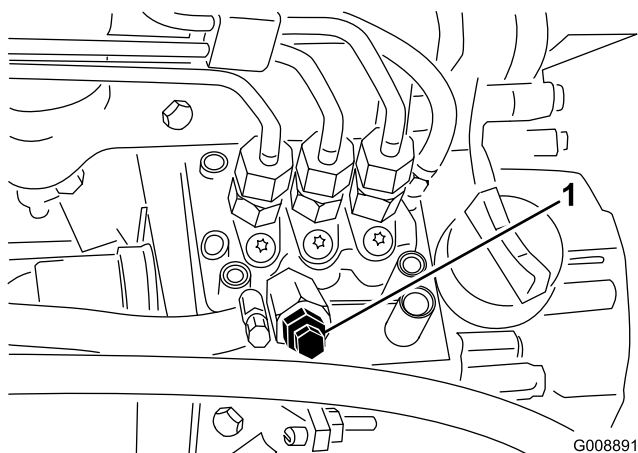

Figura 34
3. Aprite la vite di spurgo dell'aria, situata sulla pompa di iniezione del carburante (Figura 34).